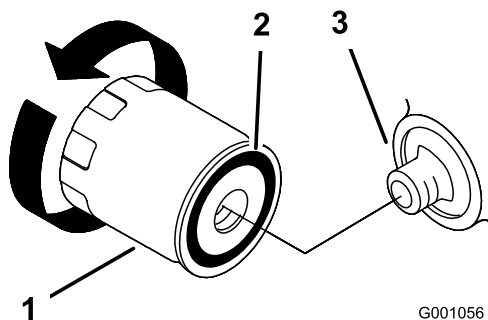

Figure 23
2. Déposez le filtre à huile usagé et essuyez la surface du joint de l'adaptateur (Figure 23).
3. Appliquez une fine couche d'huile neuve sur le joint en caoutchouc du filtre de rechange (Figure 23).
4. Posez le filtre à huile de rechange sur l'adaptateur, tournez le filtre dans le sens horaire jusqu'à ce que le joint en caoutchouc rencontre l'adaptateur, puis serrez le filtre de 2/3 de tour à 1 tour supplémentaire (Figure 23).